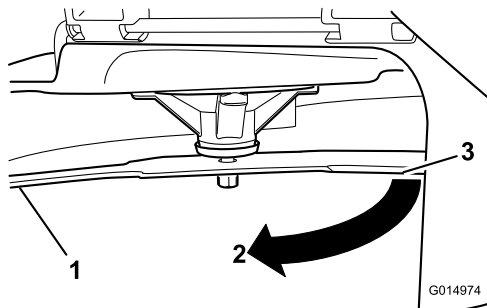

Figura 67
3. Distanza misurata tra la lama e la superficie (A)
4. Ruotate la stessa lama di 180 gradi in modo che il tagliente opposto si trovi ora nella stessa posizione (**Figura 67**).